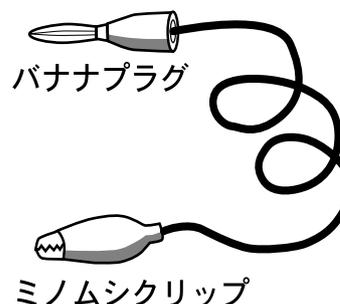

図 6
4. **配線コード** 両端がバナナプラグになっているものと、片側がバナナプラグで、もう一方がミノムシクリップのものがある（図6）。普通は、両端がバナナプラグのコードだけで接続するが、オシロスコープの CALIBRATOR 端子に接続する場合にはミノムシクリップが使い易い。またコードの色は、慣習的に暖色系（赤、黄）をプラス（または信号線）、寒色系（黒、青）をマイナス（または GND）電位の配線に使用する（配線ミスを防止するため）。